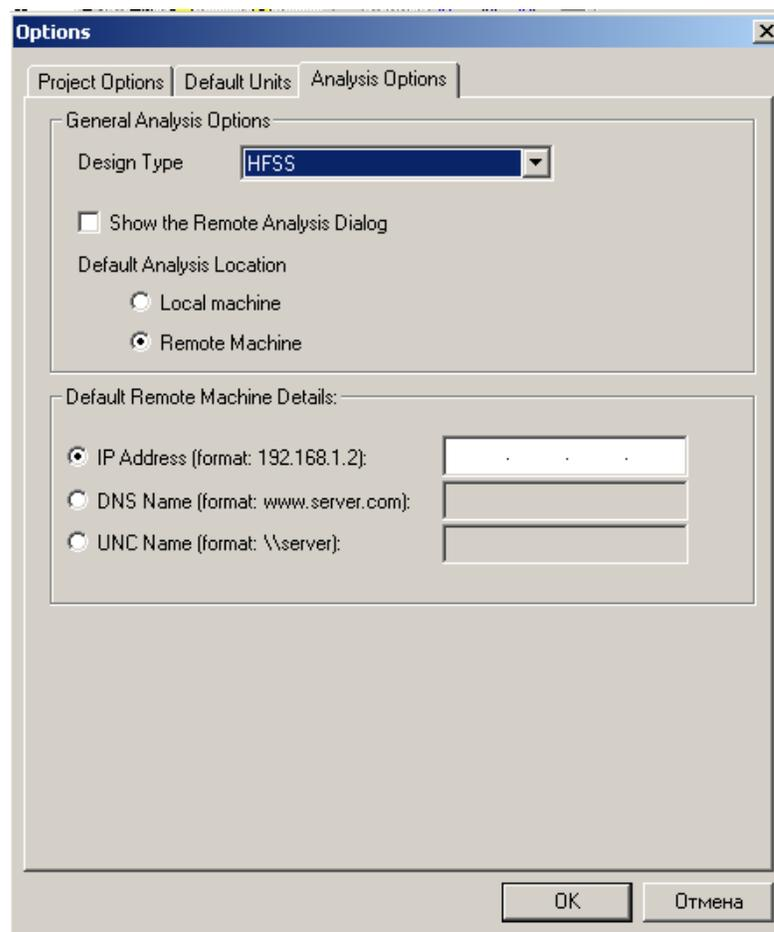

Рис. 6.28. Установки для решения задачи на удаленной машине
1. В меню **Tools**, в разделе **Options**, нажмите **HFSS Options** (рис. 6.28).
3. Выберите **Memory Limit, Hard (MB)**.